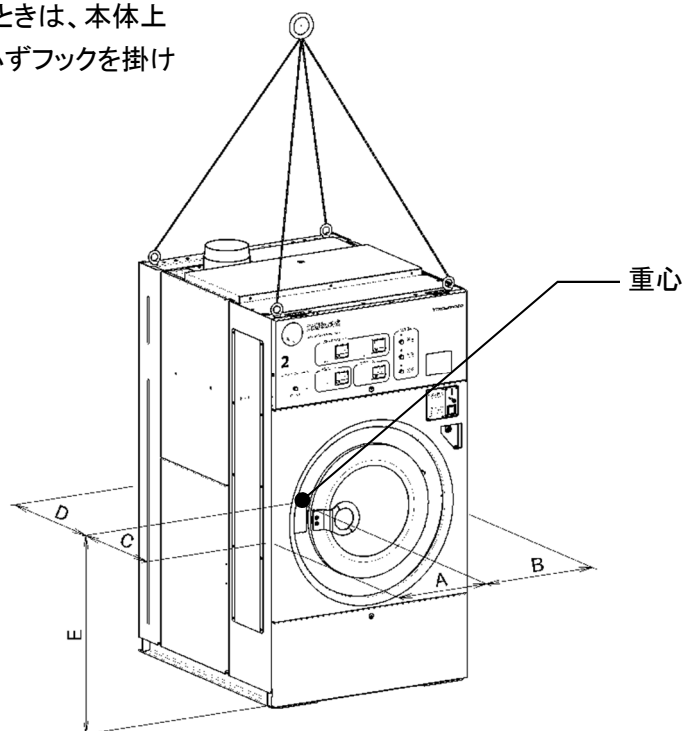

図 3-1
- 3) クレーン等で機械を吊り上げるときは、本体上部四隅（図 3-1）の 4 ヶ所に必ずフックを掛けて吊り上げます。
- 4) 重量と重心(図 3-1)